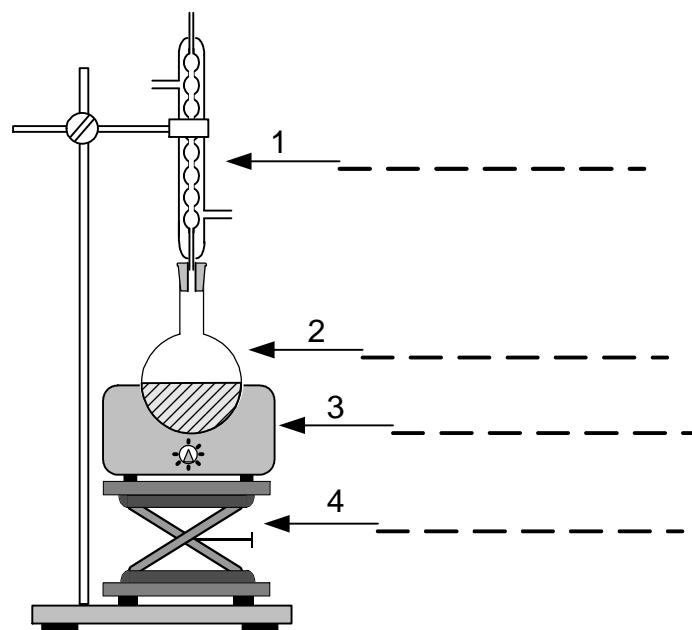

Figure A1. Schéma du montage utilisé pour la synthèse du savon de la partie 3
À l'aide du montage représenté à la **FIGURE A1 DE L'ANNEXE PAGE 10 à rendre avec la copie**, le mélange réactionnel en milieu alcoolique est porté à ébullition pendant environ une heure.
3.1.1. Légendez la **FIGURE A1 DE L'ANNEXE PAGE 10** en indiquant les noms demandés des éléments constitutifs du montage.
Quel est le rôle de la partie désignée par la flèche 1 sur la **FIGURE A1 DE L'ANNEXE PAGE 10** ?